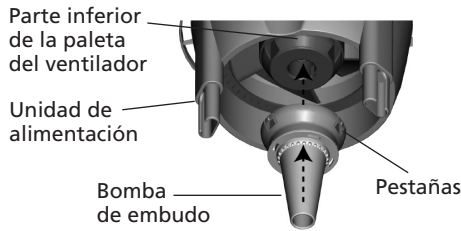

Figura 17
- Una la bomba de embudo a la unidad de alimentación acoplado las tres pestañas a la parte inferior de las paletas del ventilador. Vea la figura 17.